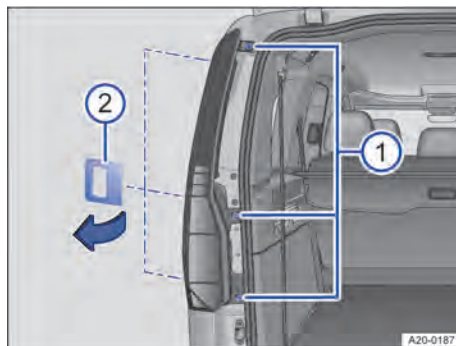

Fig. 185 À l'arrière du véhicule, côté gauche : dépose du bloc de feux arrière
1. Dévissez les vis de fixation à l'aide d'un tournevis → fig. 185 . Utilisez une lame de rechange adaptée si nécessaire.
2. Utilisez l'outil → fig. 185  pour faire lever du haut vers le bas afin de sortir le bloc de feux arrière de son support.
5. Introduisez le bloc de feux arrière dans l'ouverture de la carrosserie et poussez-le avec précaution dans son support → fig. 185.
6. Vissez les vis de fixation → fig. 185 ①.